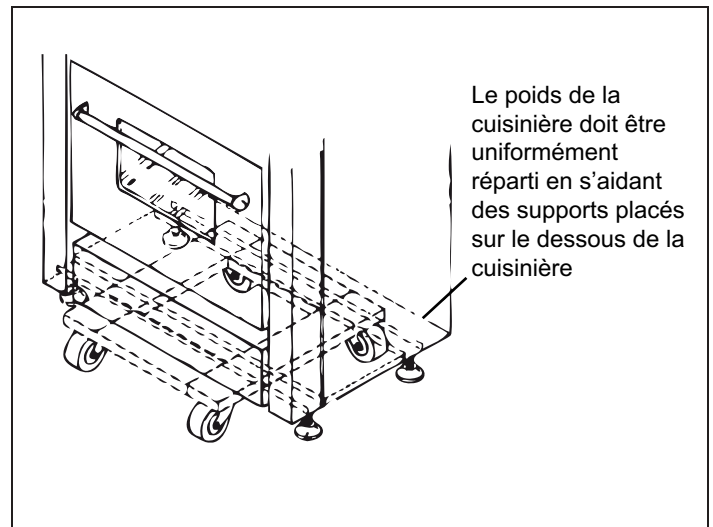

Figure 6 : Mise en place sur la plate-forme à roulettes
- En raison du poids de la cuisinière, il convient d'utiliser une plate-forme à roulettes pour la déplacer. Le poids doit être uniformément réparti sur la plate-forme (voir Figure 6).